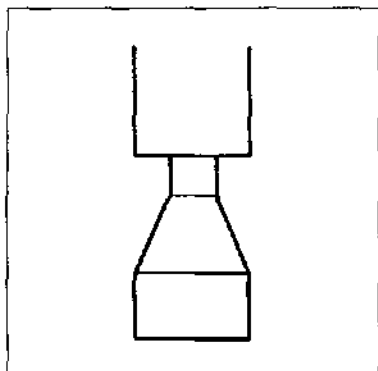

Figura.9-30
- ① Varilla de empuje normal (figura.9-30)